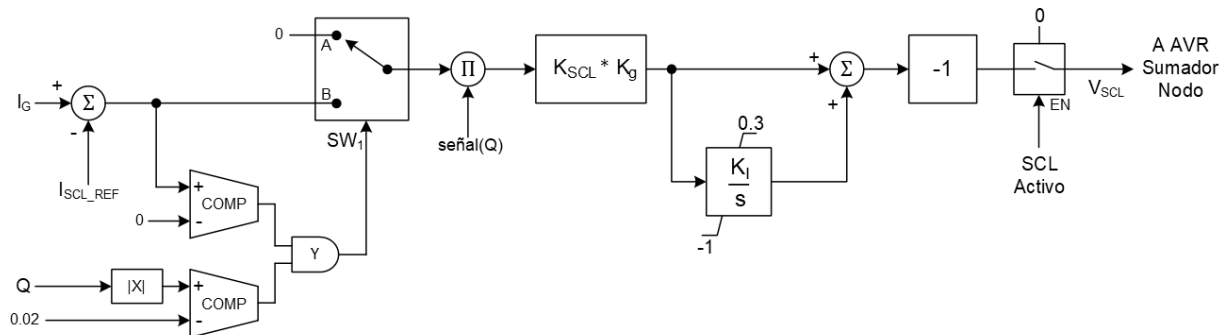
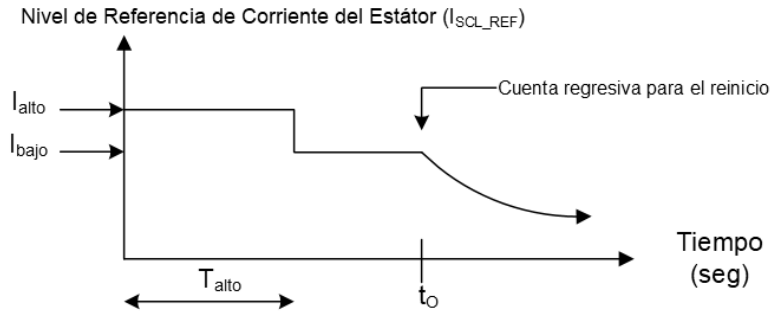

Figura 11-19. Diagrama de Bloques por Unidad para el Limitador de Corriente del Estátor
Figura 11-20. Referencia del Limitador de Corriente del Estátor
El limitador de corriente del estátor (SCL) modifica el nivel de excitación en función de si VAR está siendo absorbido (anticipado) o exportado (retrasado) por la máquina síncrona. Figura 11-19 muestra el modelo de SCL. SCL constituye el bucle externo y el regulador de voltaje constituye el bucle interno. El controlador tipo PI se utiliza para lograr una respuesta deseada. La señal (Q) se define como positiva (+1) para la condición de sobreexcitación y negativa (-1) para la condición de subexcitación.
La referencia de corriente SCL ( $I_{SCL\_REF}$ ) se genera en función de una forma de onda de dos pasos con un nivel de corriente alto ( $I_{high}$ ), un tiempo de corriente alto ( $T_{high}$ ) y un nivel de corriente bajo ( $I_{low}$ ) como se muestra en Figura 11-20.
El bucle SCL se vuelve inactivo si un evento externo requiere una corriente del estátor más baja que el nivel de corriente bajo ( $I_{low}$ ). Se ilustra en el tiempo  $t_0$  en Figura 11-20. Un valor típico de  $K_{SCL}$  en el primer bloque de ganancia de Figura 11-19 es 0.00833.